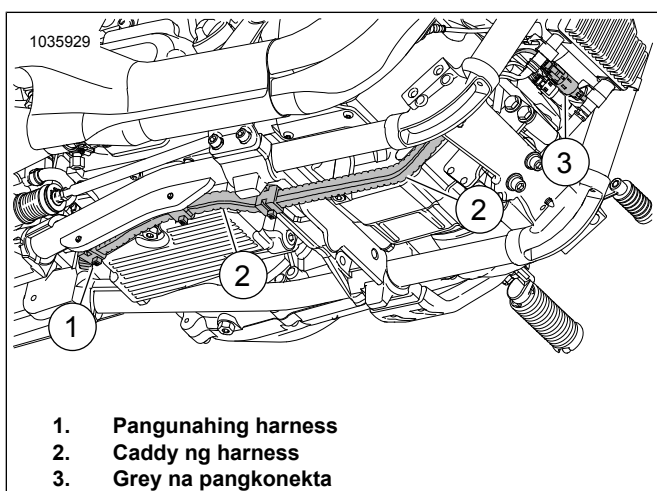

Figure 43. Caddy ng Harness
12. Tingnan ang Figure 43 . Iruta ang grey na pangkonekta ng harness palabas ng compartment ng baterya sa likod:
- Hanapin ang pangunahing harness (1) na patungo sa caddy ng harness (2).
- Mga pangkonektang magkakapareho ng kulay (3): grey sa grey.
- Ikabit ang harness sa pa-inboard na gilid ng caddy ng harness (2) gamit ang mga cable strap ayon sa pangangailangan.